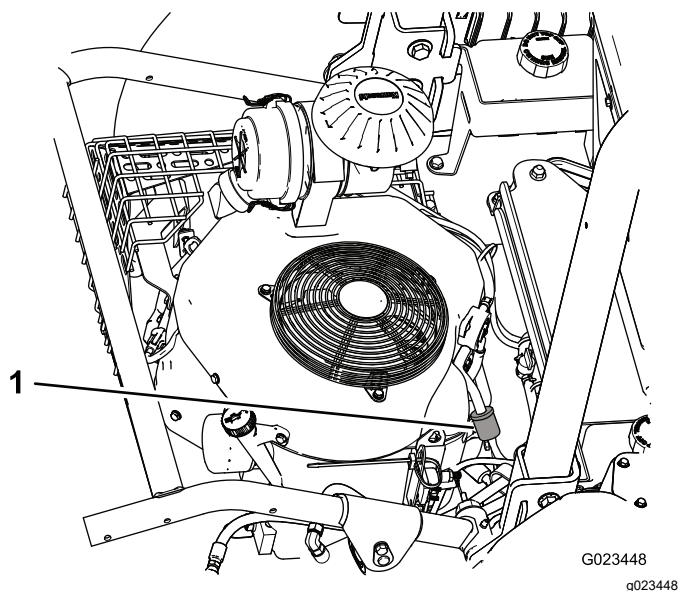
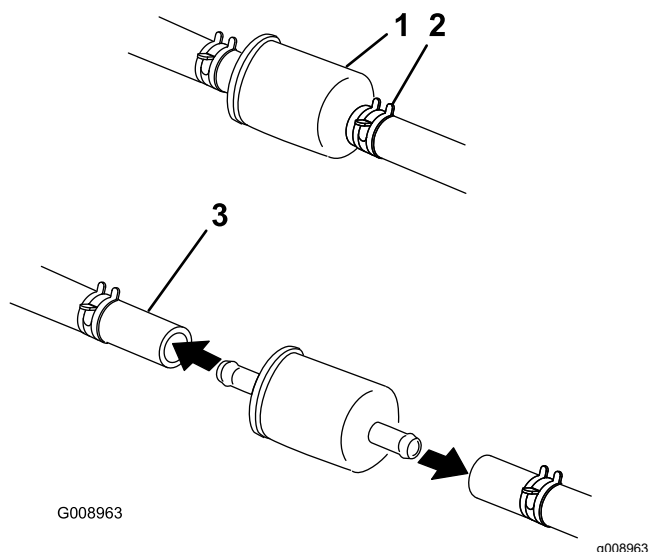

Figure 50
Figure 51
2. Desserrez le collier de flexible sur le côté carburateur du filtre, et débranchez la conduite de carburant du filtre (**Figure 50** et **Figure 51**).